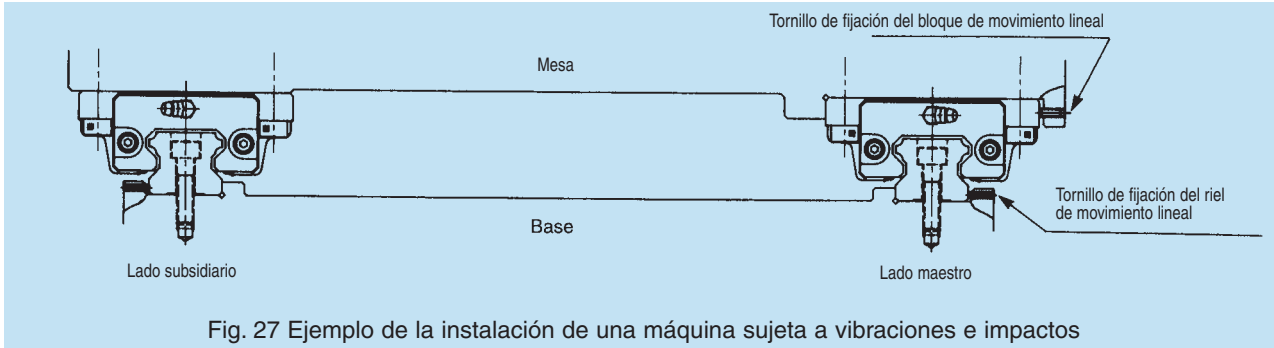

Fig. 27 Ejemplo de la instalación de una máquina sujeta a vibraciones e impactos
2) Colocar la tabla y ajustar los tornillos de fijación para ajustar los principales bloques de movimiento lineal contra los planos de referencia de la tabla. Ver fig. 27.